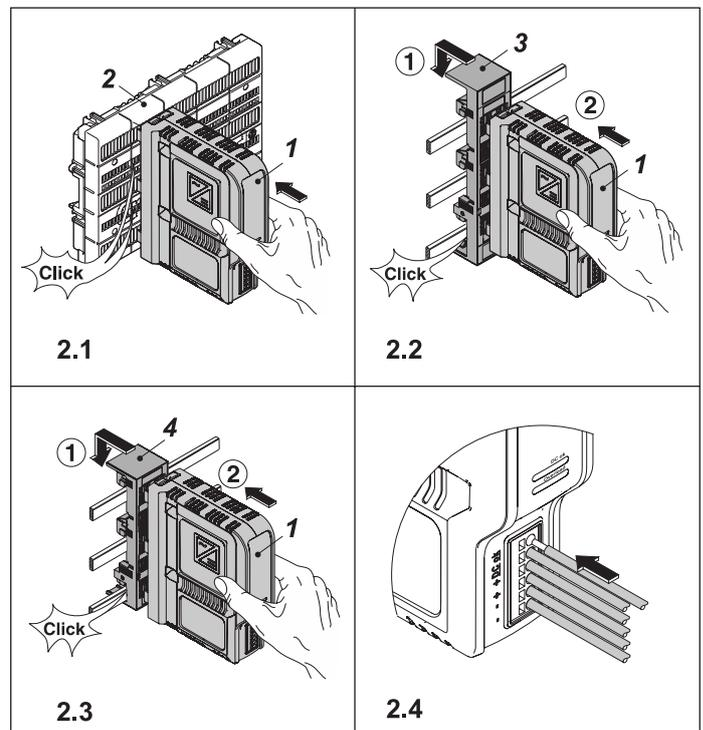

Abbildung 2
6.1. Montage des Netzteils (Abbildung 2)